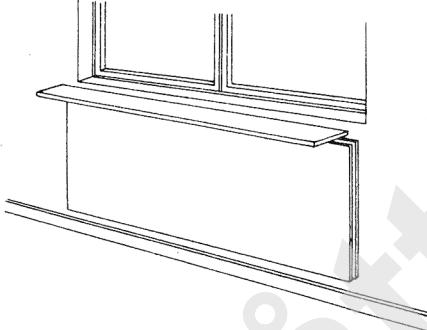

Fig. 03.
- .1 varmekilden ha en lengde som omrent tilsvarer vindusbredden, fig. 03,